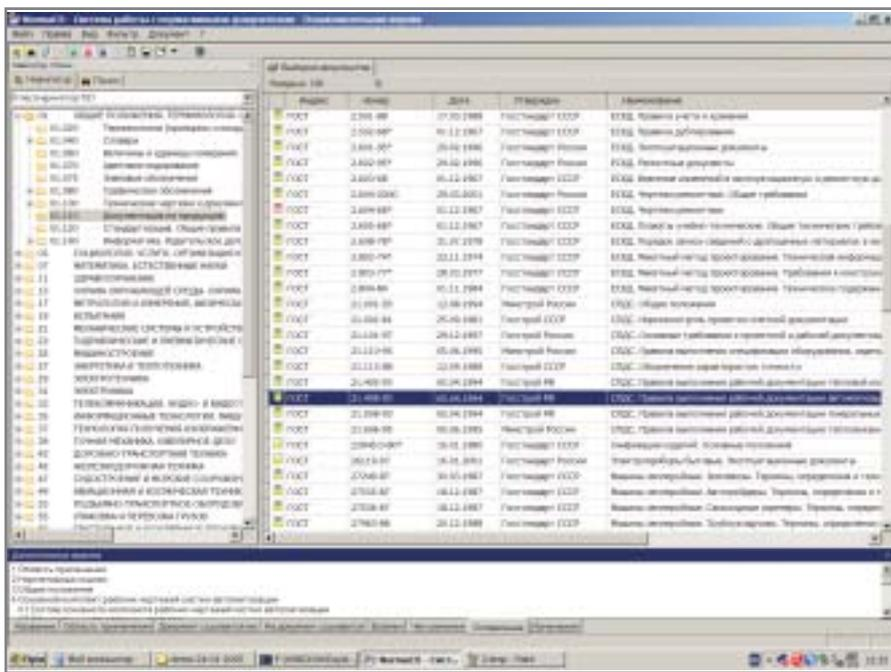
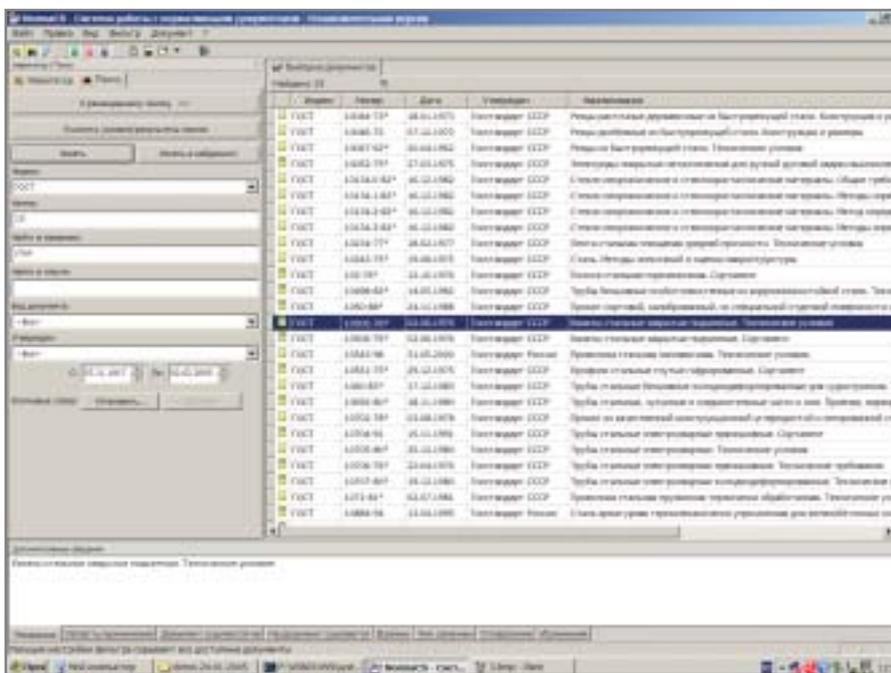

Рис. 3
Рис. 4
**Удобство работы** обеспечивает интуитивно понятный интерфейс, управляющий базой данных. Поиск документов может производиться как по классификатору разделов (рис. 3), так и по реквизитам (рис. 4).